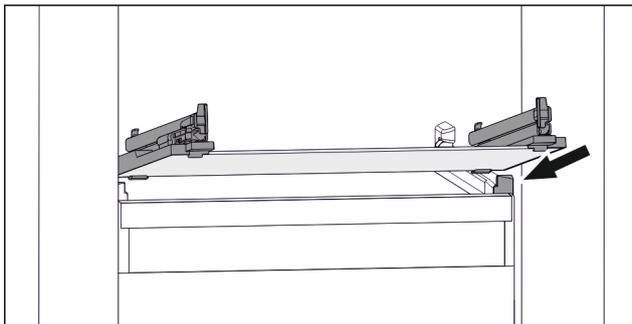

Fig. 124 Representación de la placa de vidrio a modo de ejemplo
- ▶ Coloque la placa de vidrio inclinada detrás de los topes. (consulte Fig. 124)